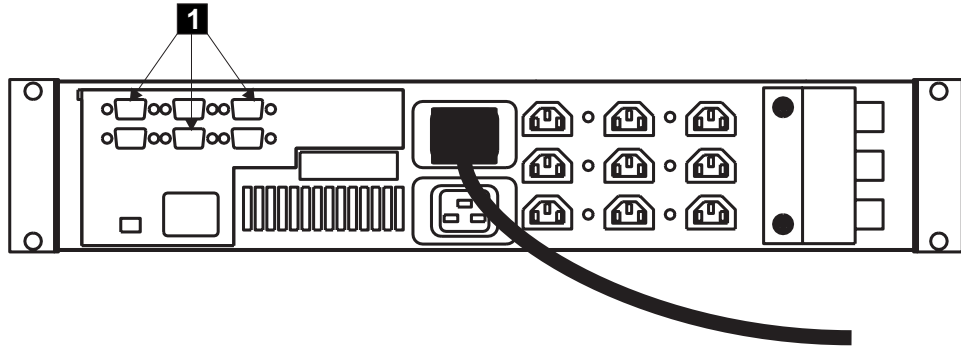

図 151. 2145 UPS シグナル・ケーブルの切り離し
2. 2145 UPS の後部でシグナル・ケーブルを切り離します。図 151 の **1** を参照してください。